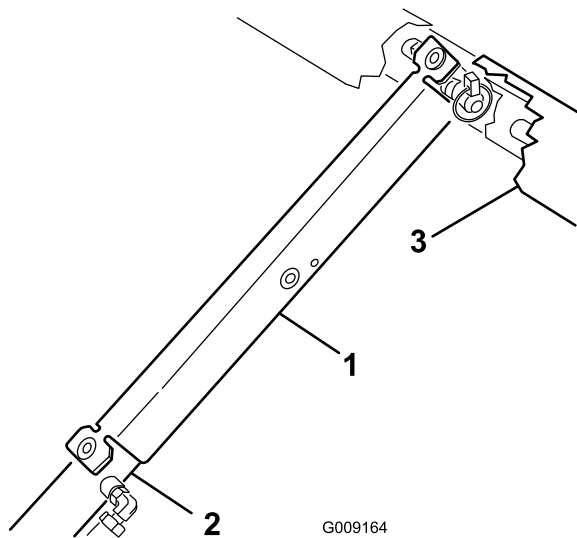

**Figura 11**
8. Retire el soporte de la plataforma de los soportes de almacenamiento situados en la parte trasera del panel del ROPS (Figura 11).